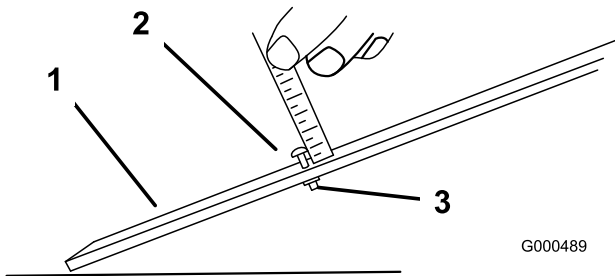

Figura 9
2. Allentate il dado sulla barra di riferimento e regolate il bullone di regolazione dell'altezza secondo l'altezza di taglio desiderata (Figura 9). La distanza tra la base della testa del bullone e la superficie della barra è l'altezza di taglio.